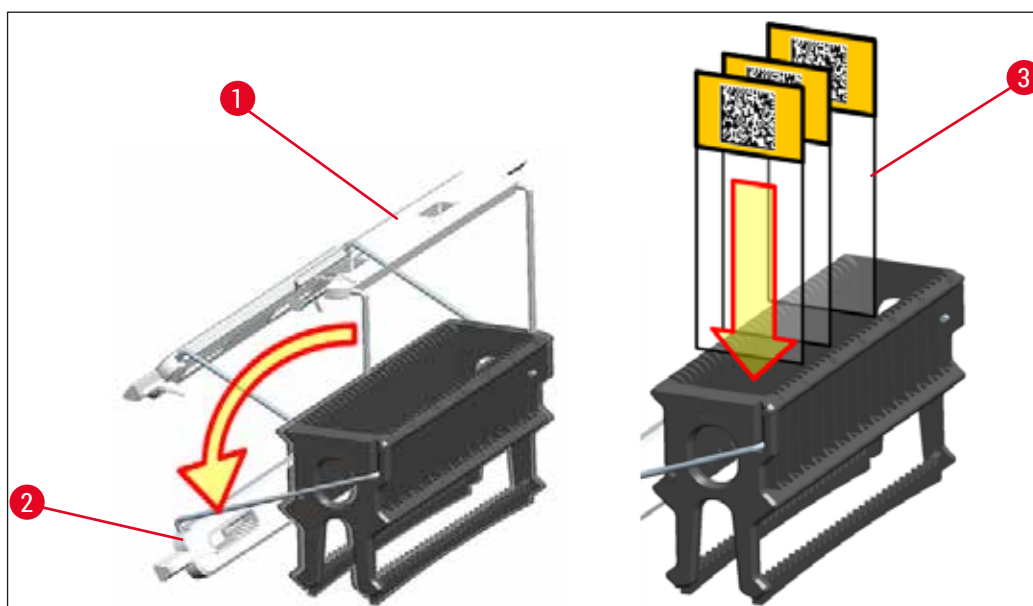

Fig. 83
- Quest'ultimo è contrassegnato dal logo Leica. A maniglia innestata, guardandola si deve leggere **FRONT** (→ "Fig. 83").
1. Chiudere la maniglia del portavetrini in posizione verticale (→ "Fig. 83").